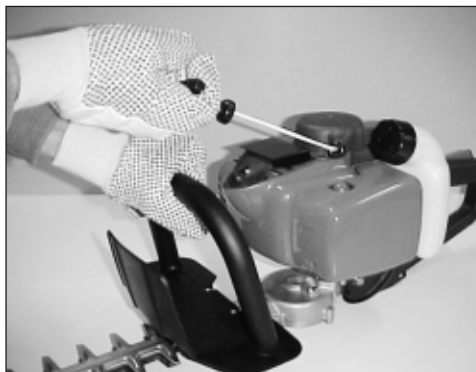

fig. 2
- Den Anlassergriff einige Male entschieden ziehen, bis der Motor einige Anlassgeräusche von sich gibt (Bild 2).